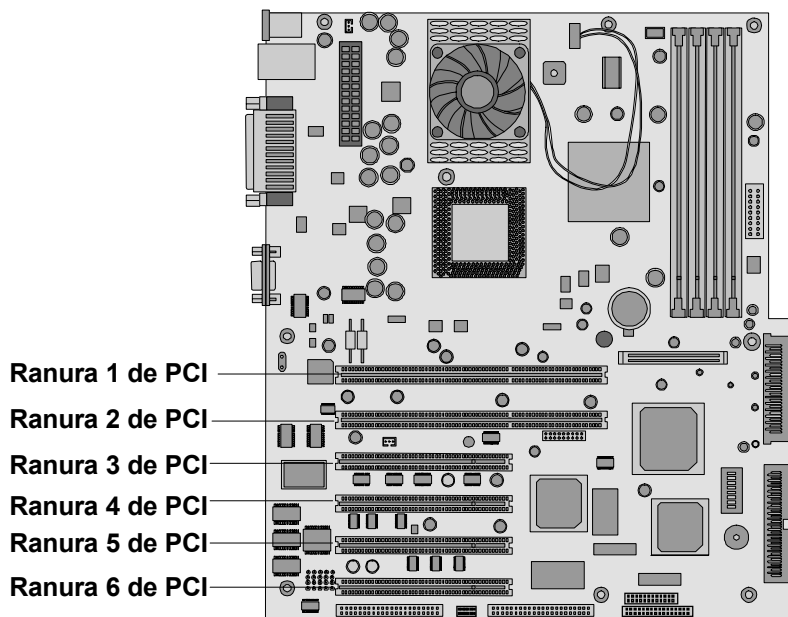

Figura 3-21. Ranuras de accesorios
7. Identifique el número de ranura de accesoria que se va a utilizar. Consulte la Figura 3-21.